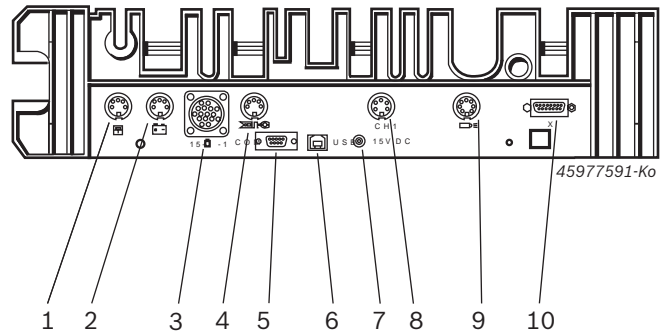

Fig. 3: Anschlussleiste (von unten)
2. Sensoren an den vorgesehenen Steckplätzen der Messeinheit anschließen (siehe Fig. 3).